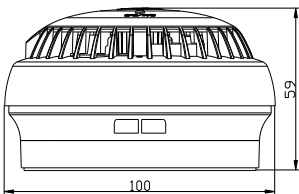

图1 外形尺寸示意图
- 1、报警器的外形尺寸, 如图 1、2 所示 (单位: mm)